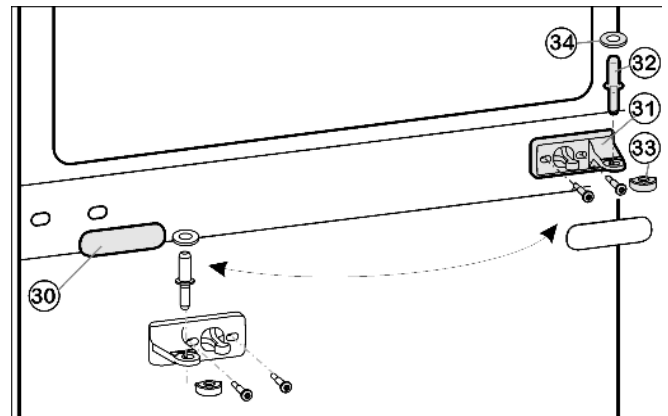
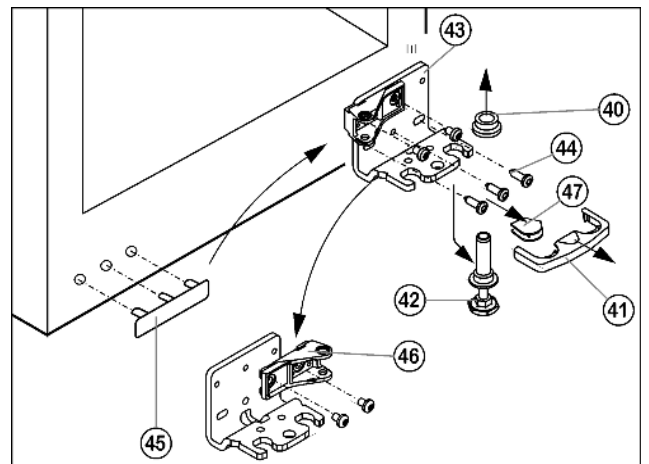

Fig. 11
Fig. 12
- ▶ Вытащите средний опорный палец Fig. 11 (32) с шайбой Fig. 11 (34) из опорного кронштейна и нижней дверцы.
- ▶ Пластмассовый колпачок Fig. 11 (33) снимите.
- ▶ Снимите средний опорный кронштейн Fig. 11 (31).
- ▶ Осторожно снимите накладку Fig. 11 (30).
- ▶ Открутите средний опорный кронштейн Fig. 11 (31) и прикрутите его с поворотом на 180° на новую сторону шарнира.
- ▶ Защелкните накладку Fig. 11 (30), повернув на 180°, на стороне, где теперь будет ручка.
- ▶ Предохранитель Fig. 12 (41) снимите движением вперед.
- ▶ Снимите крышку Fig. 12 (47).\*
- ▶ Полностью вверните регулируемую опору Fig. 12 (42).
- ▶ Вытащите опорный палец Fig. 12 (42) вниз и вперед. При этом следите за гнездом шарнира Fig. 12 (40).
- ▶ Открутите опорный кронштейн Fig. 12 (43) (3 шт. Torx 25) Fig. 12 (44).
- ▶ Осторожно снимите и переставьте на противоположную сторону крышку со стороны ручки Fig. 12 (45).
- ▶ Снова прикрутите нижний опорный кронштейн Fig. 12 (43) на новой стороне шарнира при необходимости с помощью аккумуляторного шуруповерта.
- ▶ Открутите опорный кронштейн Fig. 12 (46) и снова прикрутите внутри с поворотом на 180°.
- ▶ Установите крышку Fig. 12 (47) на противоположной стороне.\*
- ▶ Предохранитель (41) нужно зафиксировать сбоку на кронштейне, чтобы опорный палец и двери были защищены от выпадения.
- ▶ Снова защелкните предохранитель (41) на опорном кронштейне.
- ▶ Наденьте гнездо шарнира Fig. 12 (40).
- ▶ Установите дверцу сверху на нижний опорный палец Fig. 12 (42).
- ▶ Снова наденьте пластмассовый колпачок Fig. 11 (33) на средний опорный кронштейн Fig. 11 (31).
- ▶ Вставьте средний опорный палец Fig. 11 (32) на новой стороне шарнира через средний опорный кронштейн Fig. 11 (31) в нижнюю дверцу.
- ▶ Установите шайбу Fig. 11 (34) на средний опорный палец Fig. 11 (32).
- ▶ Установите верхнюю дверцу на средний опорный палец Fig. 11 (32).
- ▶ Выверните средний винт на нижнем опорном кронштейне Fig. 12 (43).
- ▶ При необходимости выровняйте дверцы через два продольных паза в нижнем опорном кронштейне Fig. 12 (43) и среднем опорном кронштейне Fig. 11 (31) параллельно корпусу устройства.